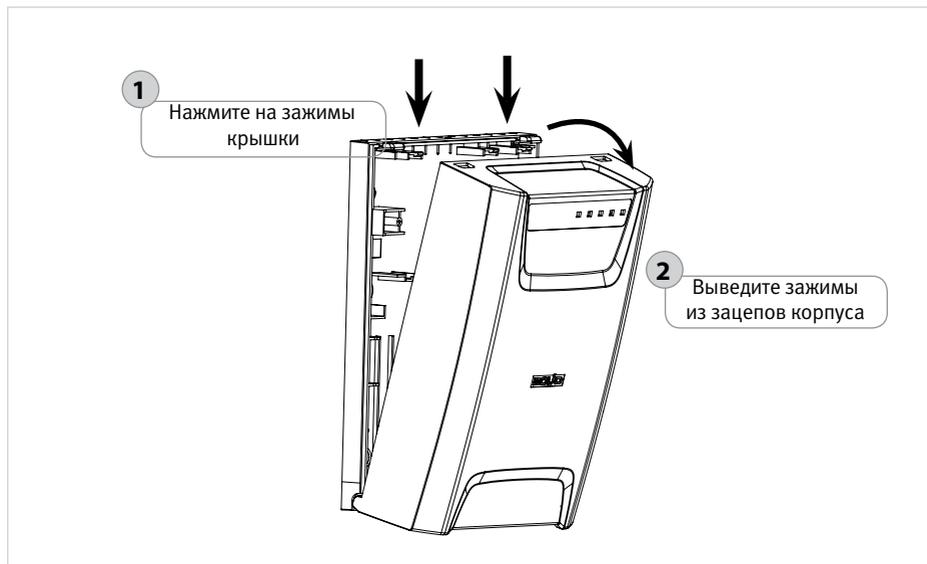

Рисунок 9. Снятие крышки
4. Снимите крышку в порядке, указанном на рис. 9.